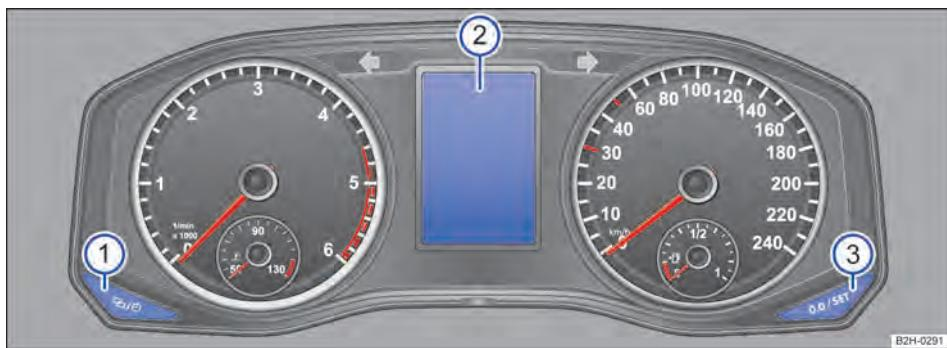

Fig. 177 Botões no instrumento combinado no painel de instrumentos.
— Pressionar o botão  → **Fig. 177 ①** com frequência no instrumento combinado, até que a indicação **Calibração da pressão dos pneus RDK** seja exibida no display → **Fig. 177 ②**.
— Pressionar o botão  → **Fig. 177 ③** mais de três segundos até que soe um som de sinal.